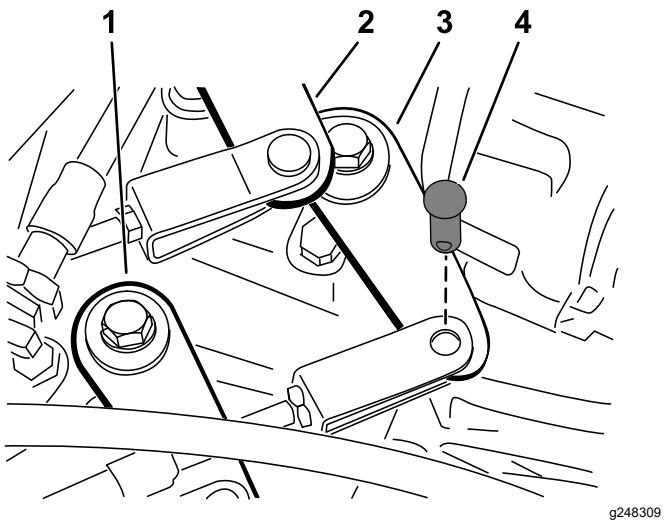

Figura 44
2. Retire los pasadores de horquilla que fijan los cables del cambio de marchas a los brazos de cambio del transeje (Figura 44).
1. Retire el pasador de horquilla que sujetá el cable de la palanca de cambio de intervalo al transeje (Figura 44).